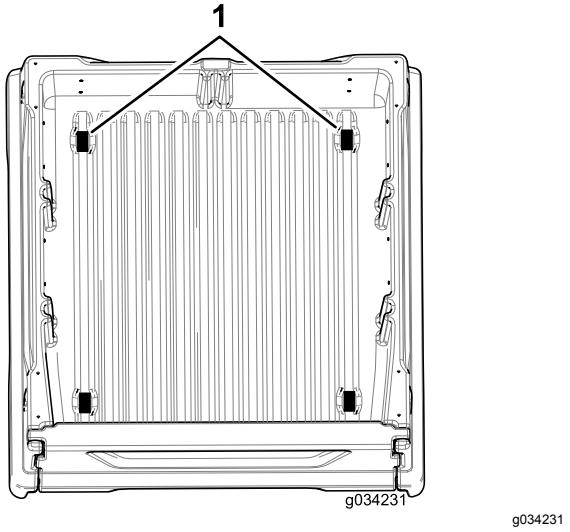
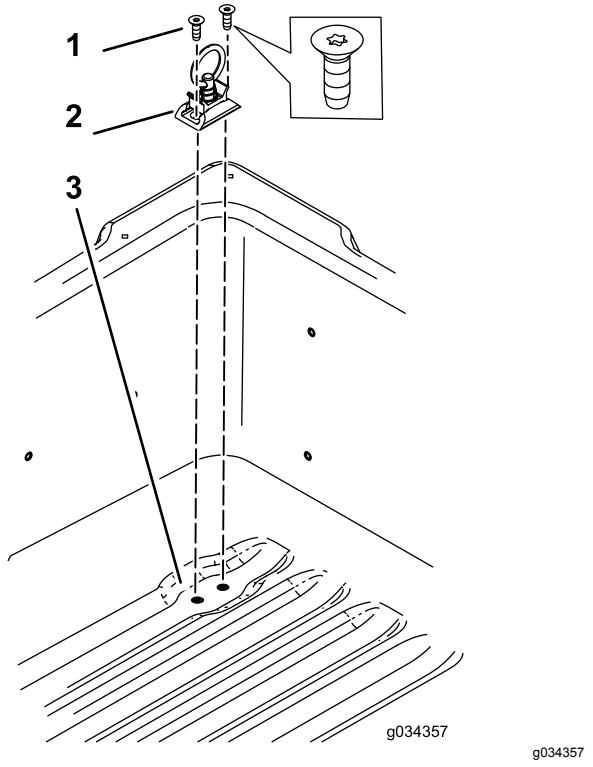

Рисунок 5
Рисунок 6
- Прикрепите кронштейн в местах, показанных на Рисунок 5, с помощью 2 винтов (Рисунок 6).